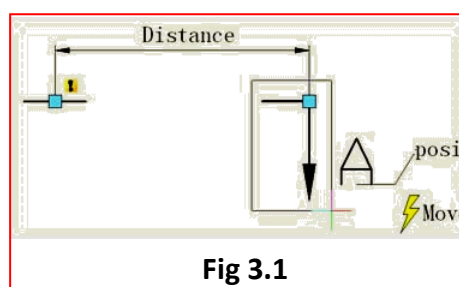

Fig 3.1
1. Wybierz prawy uchwyt parametru biegunowego jako punkt powiązany z parametrem i określ pole rozciągania (Rys. 3.1).